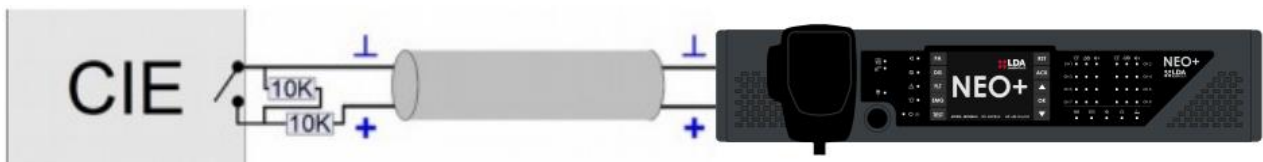

Ilustración 9: Conexión a ECI Supervisada
Permite activar y desactivar el modo de funcionamiento de emergencia de todo el sistema. Consiste en dos entradas supervisadas para conexión de cierre de contactos libres de tensión: Reinicio y Emergencia. Para que el enlace pueda ser supervisado, el conexionado del cierre de contactos al equipo debe realizarse mediante dos resistencias de 10 kΩ externas (suministradas con el equipo), colocadas a la salida del ECI tal y como se indica en la ilustración 9.
Permite configurar ocho secuencias de evacuación definidas por el usuario. Por defecto, cada entrada activa el estado de emergencia en cada zona del sistema. Consiste en ocho entradas supervisadas para conexión de cierre de contactos libres de tensión (NO). Para que el enlace pueda ser supervisado, el conexionado del cierre de contactos al equipo debe realizarse mediante dos resistencias de 10 kΩ externas (suministradas con el equipo), colocadas a la salida del ECI tal y como se indica en la ilustración 9.